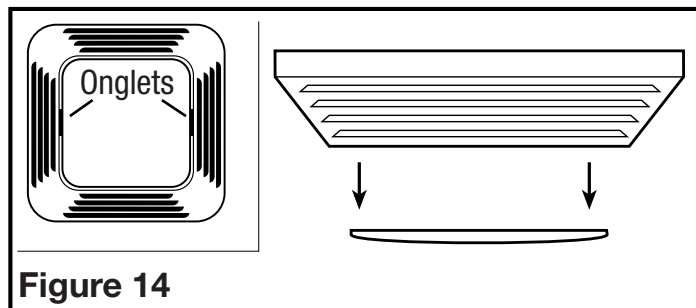

Figure 14
3. **Remplacement de l'ampoule :** débrancher l'alimentation de l'unité. Enlever la lentille de la lumière en pressant sur les onglets et en la tirant vers le bas (**Figure 14**). Enlever l'ampoule et vous référer aux instructions de la **Section 6 - Complétion de l'installation** pour compléter le remplacement de l'ampoule et l'installation de lentille de la lumière.